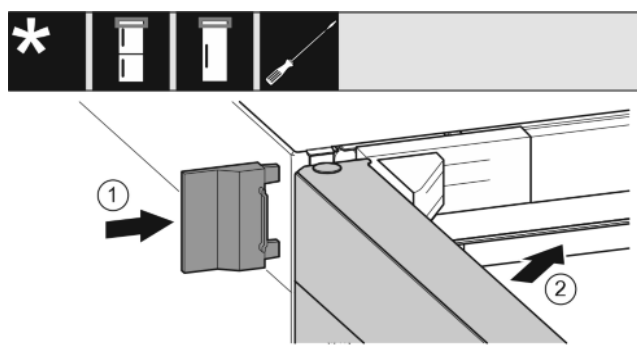

Fig. 19
- ▶ Împingeți apărătoarea exterioră. Fig. 19 (1)
- ▶ Închideți ușa superioară. Fig. 19 (2)